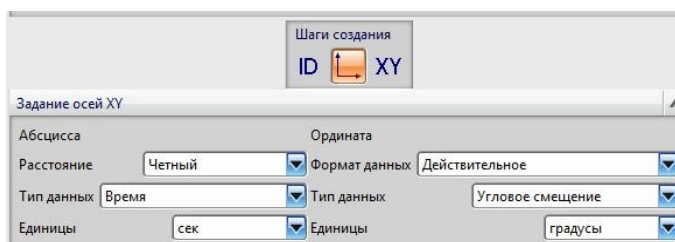

рис.85
- На втором шаге (рис.85) мы проверяем единицы измерения осей.